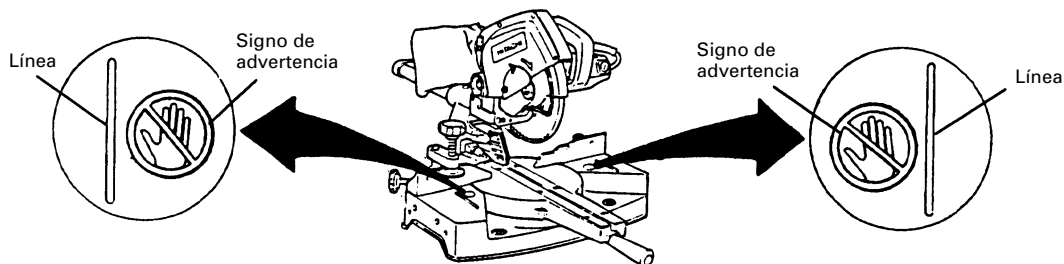

Fig. 15
* No coloque nunca sus miembros dentro de la línea cerca del signo de advertencia mientras está utilizando la herramienta. Esto podría resultar peligroso (consulte las Fig. 15).